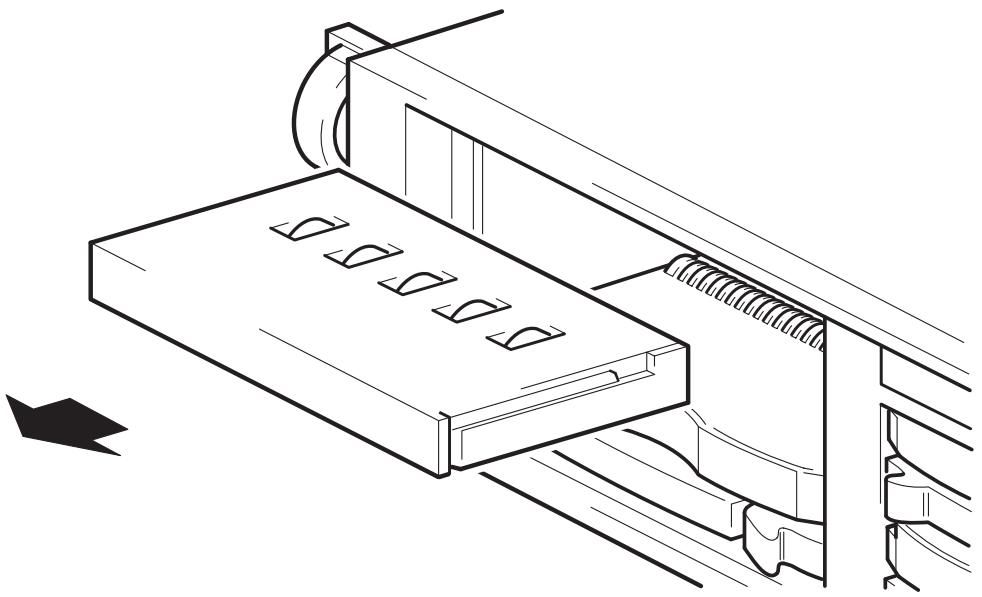

図 3a: テープ・ブランクの取外し
- 2 図3aに示すようにテープ・ドライブ・ブランクを取外します。